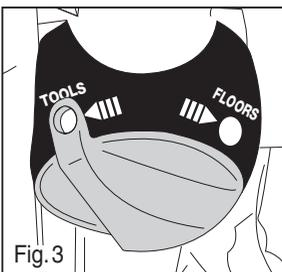

Fig. 3
- Mueva la palanca del cepillo de rodillo a la posición de "off" (apagado) y ponga a la aspiradora en posición vertical (Fig. 3).